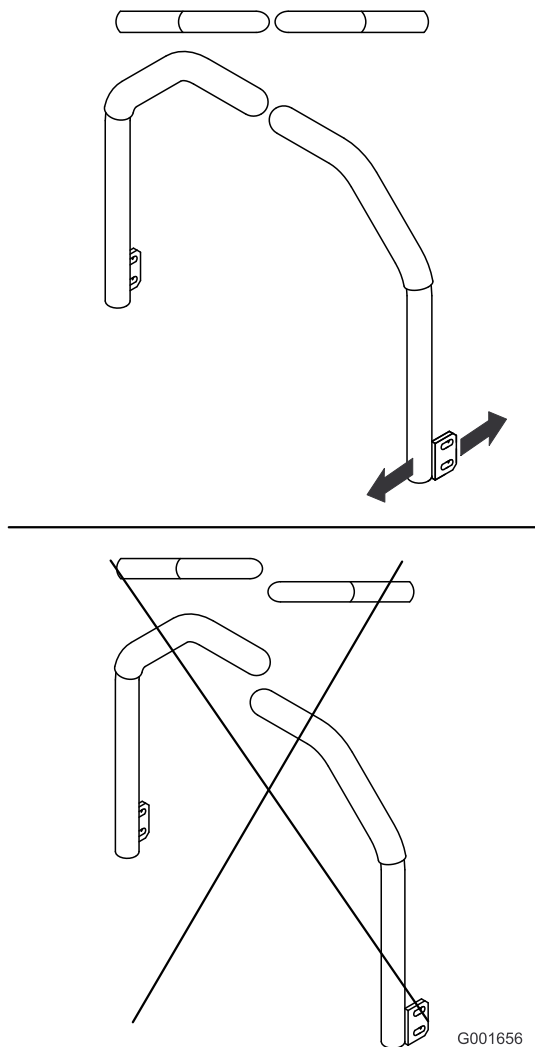

Рисунок 62
5. Отрегулируйте рычаги управления так, чтобы они были выровнены по одной линии (Рисунок 62), и затяните болты, прикрепив рычаги к стойкам.